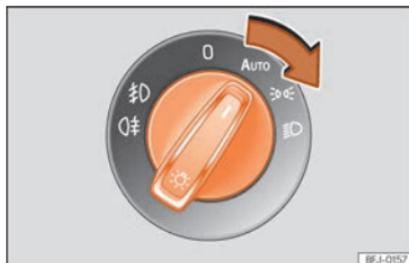

Fig. 98 Painel de instrumentos: comando das luzes.
- Rode o interruptor para a posição desejada »» Fig. 98.